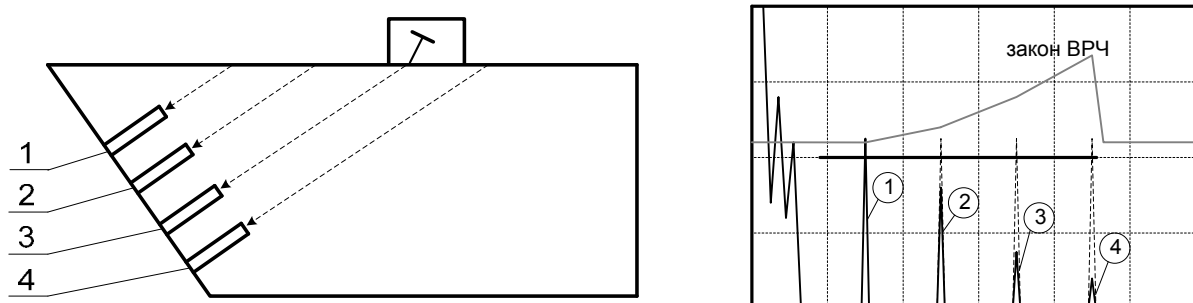

Рисунок 87 – СОП с плоскодонными отражателями для настройки ВРЧ.
6.3.2.11 Допускается настраивать чувствительность по образцу с плоскодонными отражателями выполненными на разных глубинах и ориентированных перпендикулярно лучу (см. рисунок 87).